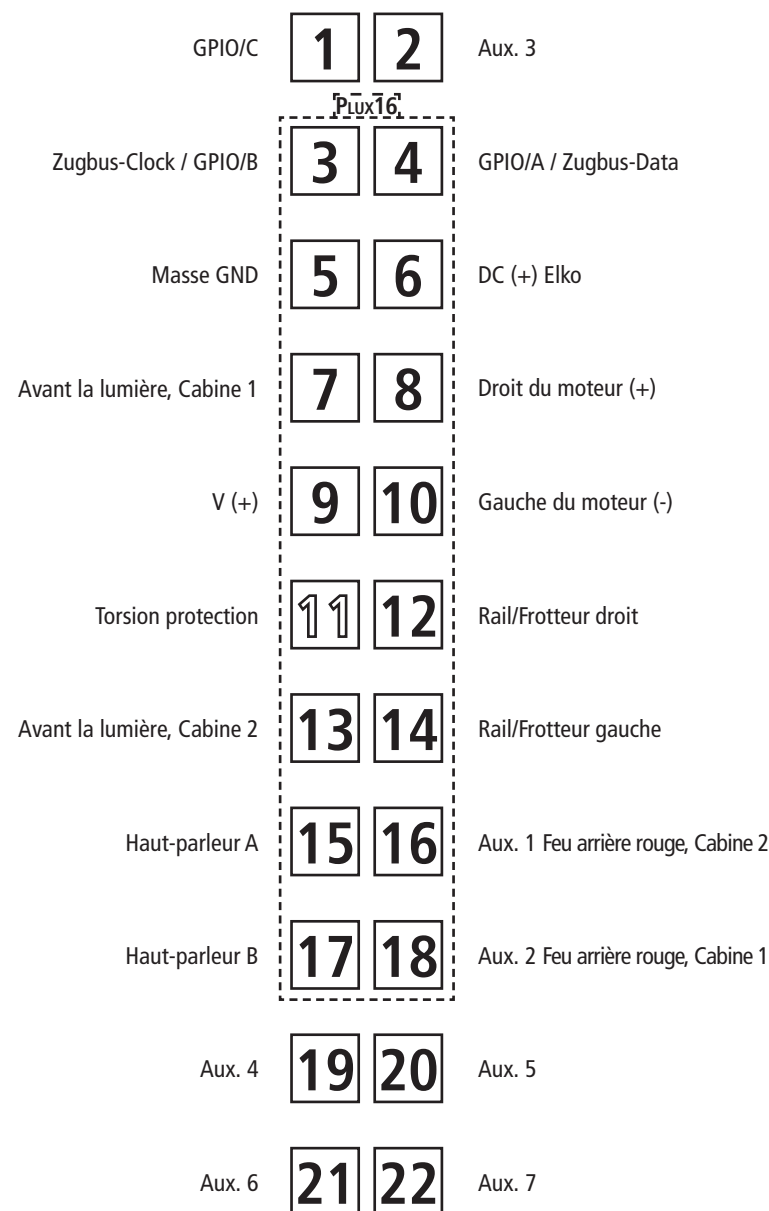

Fig. 5
3. Haftreifenwechsel: Zuerst den Getriebedeckel abnehmen (Fig. 4). Danach den **Radsatz** herausnehmen und die **Haftreifen** mit einer Nadel od. mit einem feinen Schraubendreher abziehen (Fig. 5). Beim Aufziehen der neuen Haftreifen darauf achten, dass diese sich nicht verdrehen.
3. Change of traction tyre: Remove the gear cover (fig. 4). Take out **wheel set** and remove **traction tyre** using a pin or a fine screwdriver (fig. 5). When pressing on the new traction tyre please **avoid twisting it**.
3. Échange des bandages d'adhérence: Démontez d'abord **le couvercle du carter des engrenages** des engrenages (fig. 4). Délogez ensuite les essieux bandagés et enlevez, à l'aide d'une aiguille ou d'un tourne-vis fin, les bandages d'adhérence (fig. 5). Lors du montage des nouveaux bandages veuillez veiller à ce que les bandages **ne soient pas tordues**.